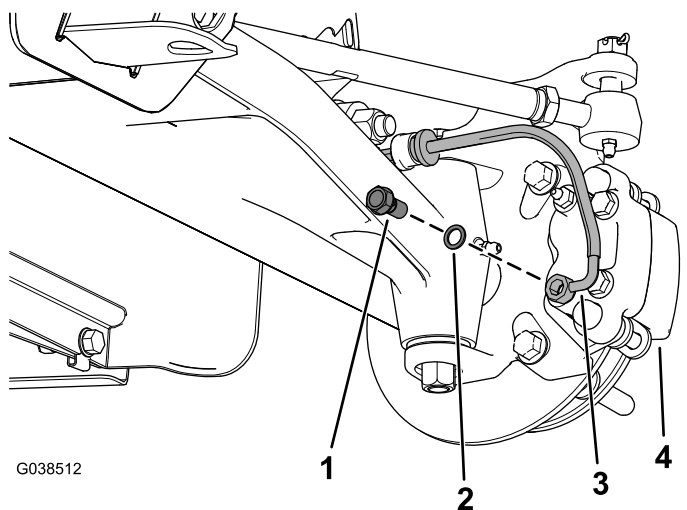

Figura 3
3. Rimuovete il bullone orientabile e la rondella dal gruppo delle pinze dei freni e togliete il tubo del freno anteriore dal gruppo delle pinze dei freni (Figura 3).
13. Montate il tubo del freno anteriore sul gruppo delle pinze dei freni utilizzando un bullone orientabile e 2 rondelle orientabili (Figura 3).